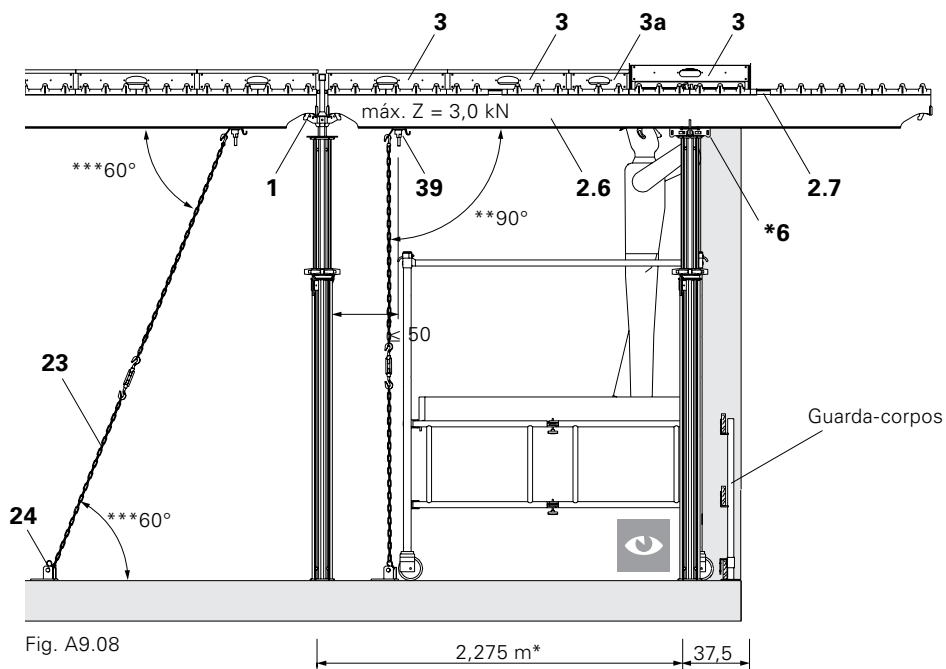

Fig. A9.08
1. Colocar o prumo com cabeçal de caída SFK (1) na extremidade da laje e aprumar com tripé.
2. Ligar a viga principal SLT 375 (2.6) a um segundo prumo com cabeçal de apoio SSK (6) a 2,275 m da extremidade do edifício. (Utilizando exclusivamente cabeçal de apoio; posicionar o prumo da frente a uma distância de 2,25).
3. Montar o olhal de tracção SAO (39) na viga principal. Distância ≤ 50 cm, a partir da extremidade que não está em consola.
4. Ligar a corrente de ancoragem (23) com esticador ao olhal do topo e ancorar ao chão com uma placa base (24). (Fig. A9.08)
5. Instalar três painéis 150 x 75 (3) e um painel de fecho 150 x 37,5 (3a) em cada vão a partir de baixo até ao final do suporte de painéis (2.7) da viga principal SLT 375. Por exemplo, com o carro de descofragem ASW 465.
- Os prumos estão alinhados com os prumos da plataforma de canto? (Fig. A9.08)